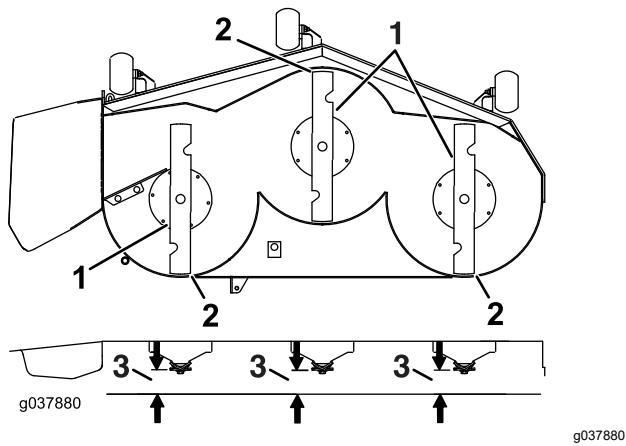

Figure 99
7. Compruebe el nivel longitudinal de la cuchilla (Figure 99). Asegúrese de que la punta de la cuchilla delantera está más abajo que la punta de la cuchilla trasera, como se muestra en Altura de bloque y soporte. Si se requieren ajustes, siga con este procedimiento.